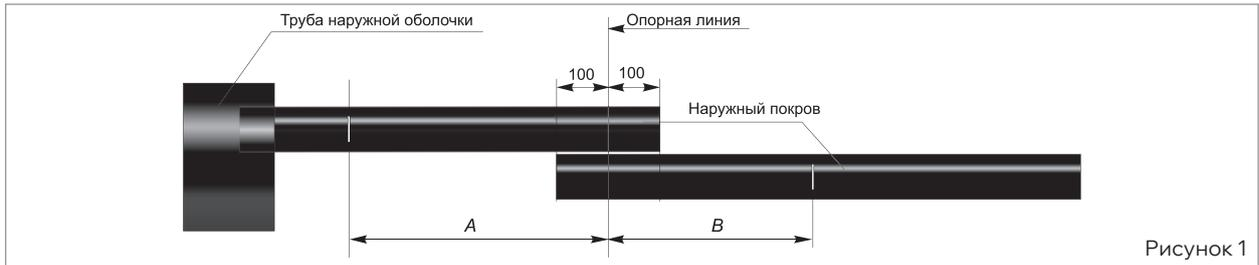

Рисунок 1
- Установить соединяемые концы кабелей в приспособлении для монтажа соединительных муфт внахлест не менее 100 мм от опорной линии (рис. 1), закрепить их.
- На п/э рукав (на рисунке не показан) надеть трубу наружной оболочки (рис. 1).